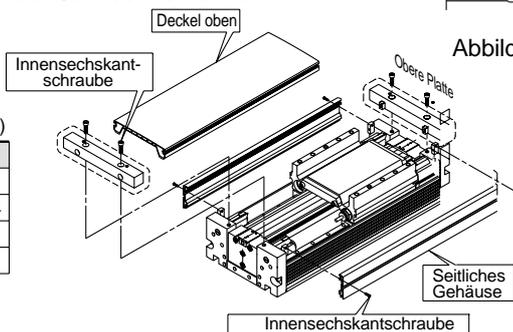

Abbildung 2. Montage und Demontage des Deckels
- Falls die unter 1 beschriebene Einstellung nicht ausreicht, kann der Stossdämpfer justiert werden. Entfernen Sie, wie in Abbildung 2 ersichtlich, die Abdeckungen und stellen Sie weiter ein, indem Sie die Sechskantmutter lösen.